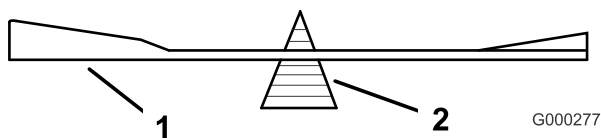

Figura 58
2. Controllate il bilanciamento della lama posizionandola su un bilanciatore (Figura 58). Se la lama rimane in posizione orizzontale, è bilanciata e può essere utilizzata. Se la lama non è bilanciata, limate del metallo soltanto dalla costa (Figura 58). Ripetete la procedura finché la lama non è perfettamente bilanciata.